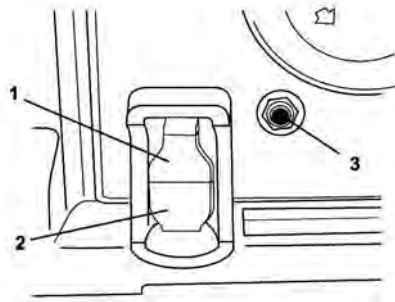

fig. 19 – interruptor de acionamento
Para evitar acionamentos acidentais o interruptor possui uma chave de segurança removível, posição (1) da fig. 19. Quando desejar evitar acionamentos involuntários basta puxar a chave de segurança (1) e retirar do interruptor.